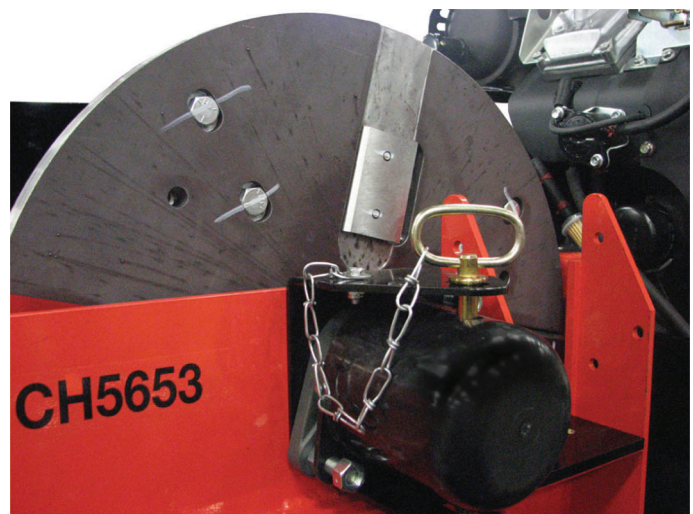

Рис. 5.2. Блокировочный штифт, фиксирующий ротор
2. Откройте крышку доступа для получения доступа к ротору. Поверните ротор таким образом, чтобы болты, крепящие лезвия были наиболее доступны и закрепите ротор на месте путем установки блокировочного штифта. Рис. 5.2.